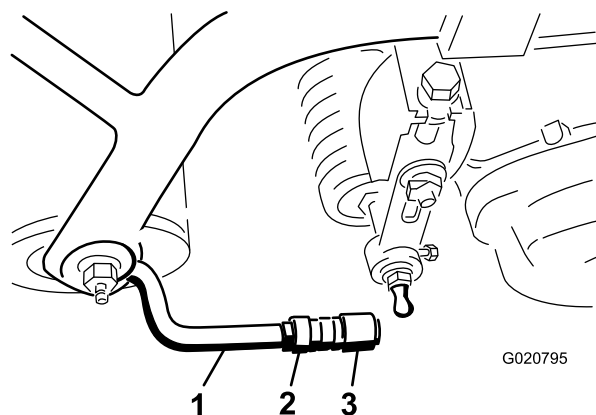

図 9
5. ソケットの開口部とボールスタッドの中心を合わせ、ジャムナットを締めてソケットを固定する **図 9**。